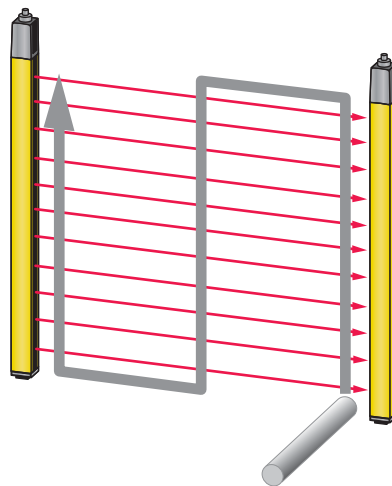

Bild 9.1: Prüfen der Schutzfeldfunktion mit Prüfstab (nur für Sicherheits-Lichtvorhänge mit einer Auflösung von 14 ... 40 mm)
☞ Unterbrechen Sie einen aktiven Lichtstrahl mit einem dafür vorgesehenen Testkörper bei laufendem Betrieb (siehe Bild 9.1). Wird die Gefahr bringende Bewegung umgehend stillgesetzt?
- ☞ Unterbrechen Sie alle Lichtstrahlen in verschiedenen Abständen von Sender und Empfänger mit dem Prüfstab von einem Standpunkt außerhalb des Gefahrenbereichs (siehe Bild 9.1) und stellen Sie sicher, dass die Maschine bei unterbrochenem Lichtstrahl nicht gestartet werden kann.